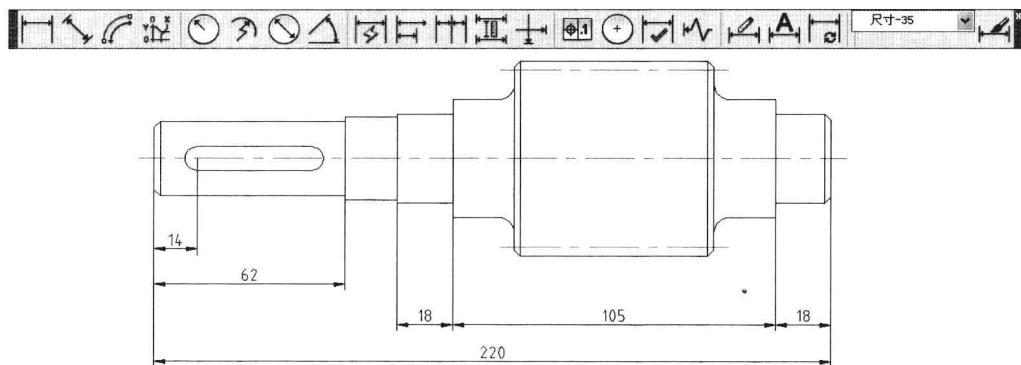

图 7-3-6
(14) 选择菜单命令“工具 / 工具栏 / AutoCAD / 标注”，显示“标注”工具栏，单击“编辑标注文字”按钮 Δ ，单击标注对象“220”，拖动至新位置并单击，即可动态更新标注文字至任意位置，如图 7-3-6 所示。